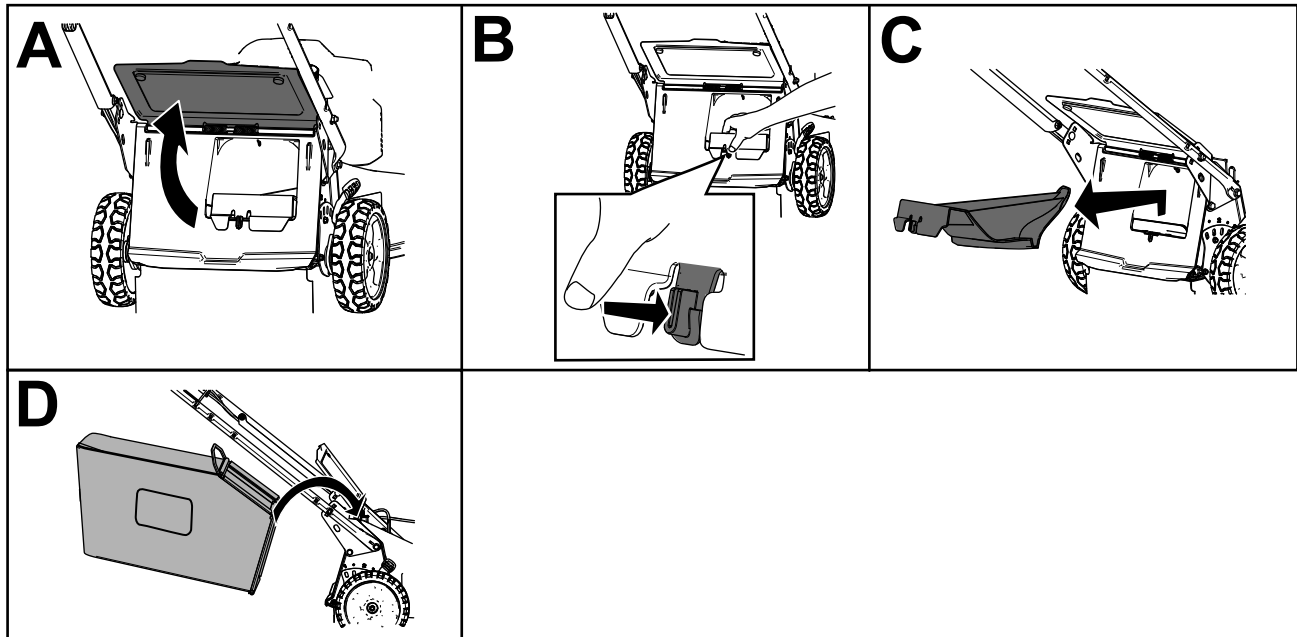

Figura 15
2. Ridicați și mențineți ridicat deflectorul spate (A din Figura 15).
3. Îndepărtați capacul evacuării posterioare prin împingerea înăuntru cu degetul a clichetului și îndepărtarea capacului de pe maină (B și C din Figura 15).
4. Instalați capetele tijei sacului în canelurile de la baza mânerului și deplasați sacul înainte și înapoi, pentru a vă asigura că ai fixat capetele tijei sacului pe părțile inferioare ale celor două caneluri (D din Figura 15).
3. Scoateți tija sacului pentru iarbă din canelurile de la baza mânerului (A din Figura 15).
4. Montați capacul evacuării (B din Figura 15).
5. Coborâți deflectorul spate (C din Figura 15).